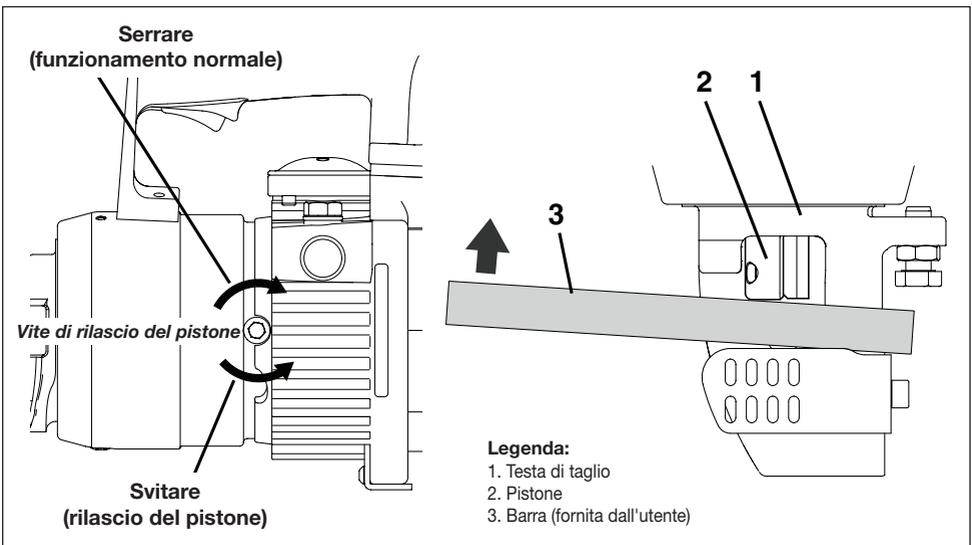

Figura 12, Procedura manuale di ritrazione del pistone
Fare riferimento ai passaggi successivi. Vedere la figura 12:
4. Utilizzando un pezzo rigido di barra di acciaio, spingere manualmente il pistone all'interno del tagliabarre fino a portarlo nella posizione home. Si veda la figura 12, elemento 3. Questo dovrebbe sbloccare la sporcizia o il materiale che ha impedito al pistone di ritornare indietro durante il normale funzionamento.
8. Pulire la parte esposta del pistone. Rimuovere gli eventuali detriti, le schegge o la sporcizia da questa zona. Si veda la figura 12, elemento 1.